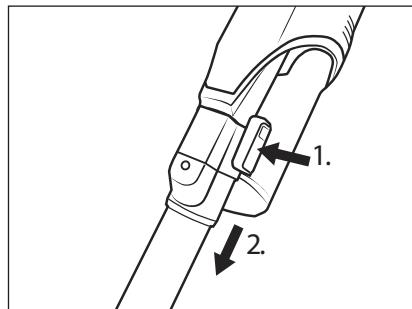

Fig. 11
- ♦ Per rimuovere il tubo di aspirazione ② dall'apparecchio, tenere premuto il tasto di sblocco del tubo di aspirazione ⑤ e sfilare il tubo di aspirazione ② dall'apertura di aspirazione dell'apparecchio (vedere fig. 11).